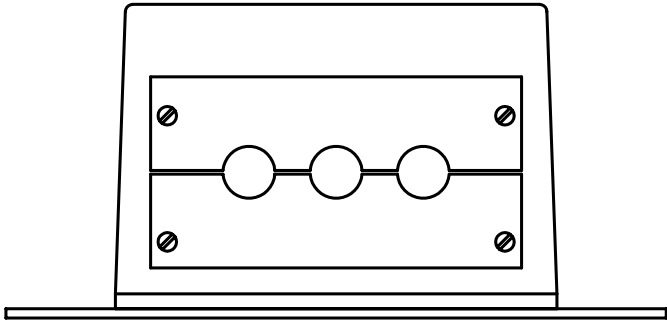
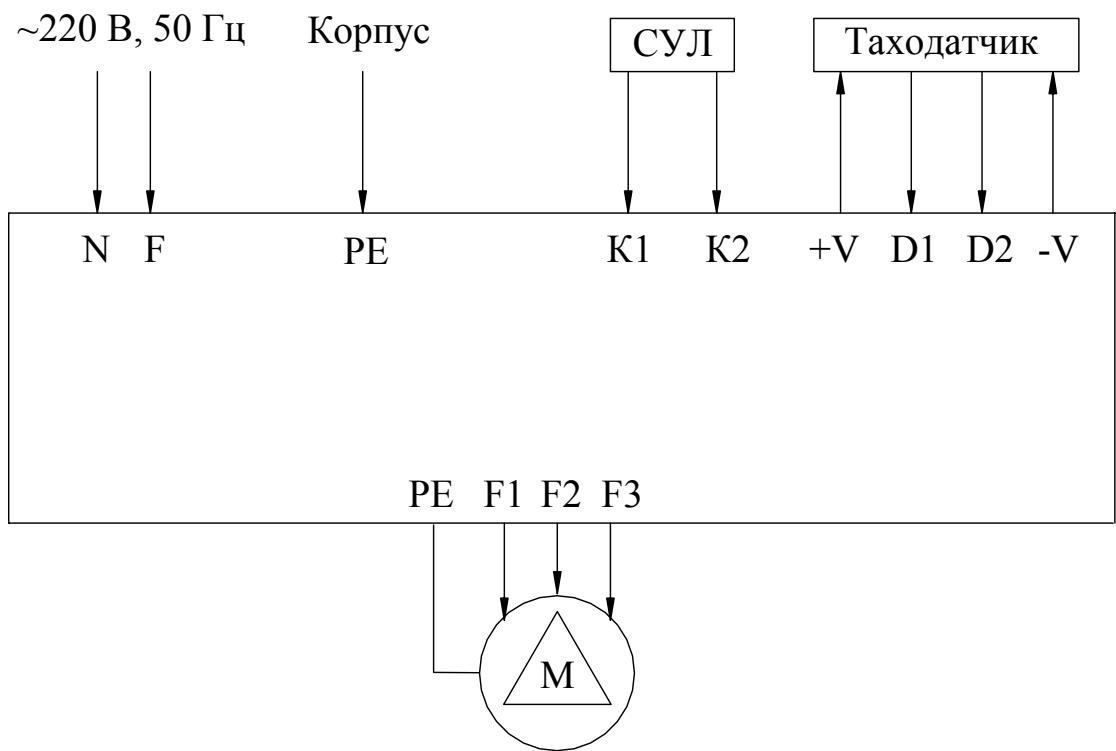
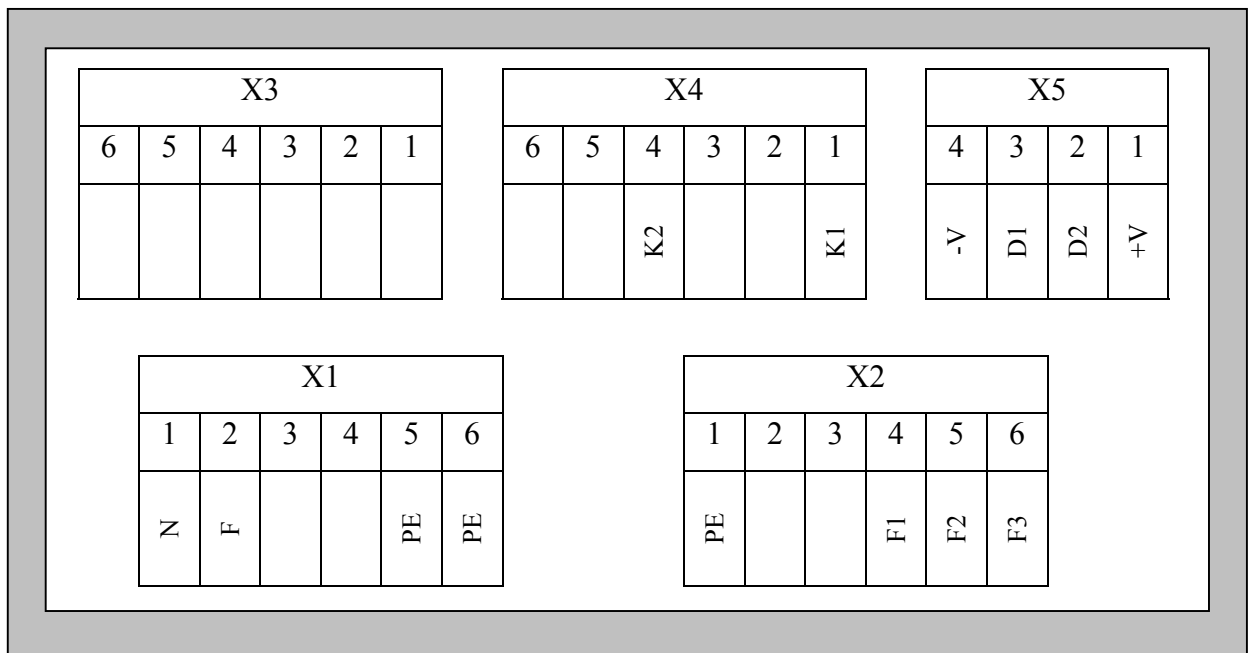

Рис.1. Габаритно-присоединительные размеры Устройства.
Рис.2. Блок-схема подключения внешних контактов БУАД-3-16.
Рис. 3. Схема подключения внешних контактов БУАД-3-16.
Габаритно-присоединительные размеры *Устройства* приведены на **рис.1**.
На **рис.2** показана блок-схема подключения внешних контактов *Устройства*. На **рис.3** показаны и подписаны отдельные контакты каждого из разъемов *Устройства*.
3.4.1. Внешние контакты для станции управления лифтов (СУЛ) (см. рис. 2, 3):
Узел подключения внешних коммуникаций состоит из заглушки для крепления металлорукавов (**рис.1, вид А**) и разъемов для подсоединения шин сетевого питания, цепей выходных напряжений для электродвигателя, цепей управления работой устройства, цепей подключения таходатчика (**рис.3**).